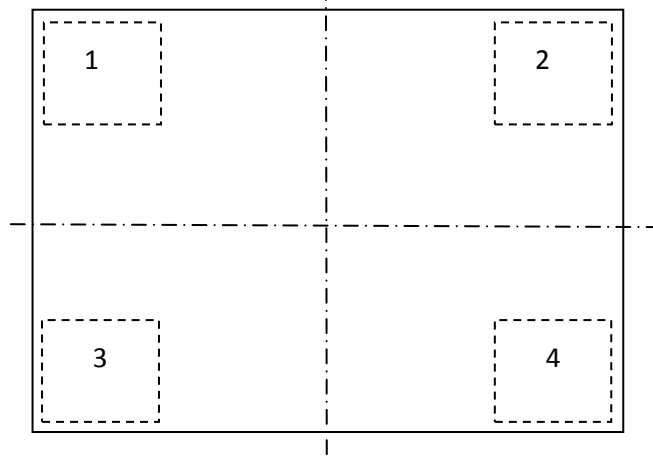

Рис. 1.1 - Места приложения нагрузки при юстировке углов модуля 4D\_ (вид сверху)
1.2.1.3 Разделить визуально платформу модуля на квадранты (см. Рис. 1.1).
1.2.1.4 Установить гири в угол (см. Рис. 1.1).